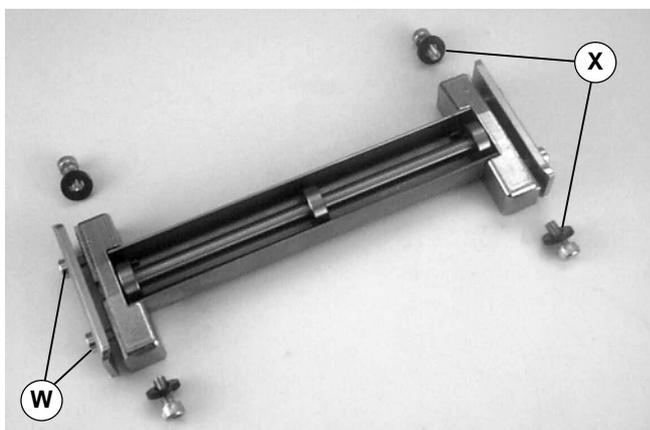

Abbildung 15
2. Schrauben lösen (W siehe Abbildung 15) und Schrauben sowie Unterlegscheiben entfernen (X).